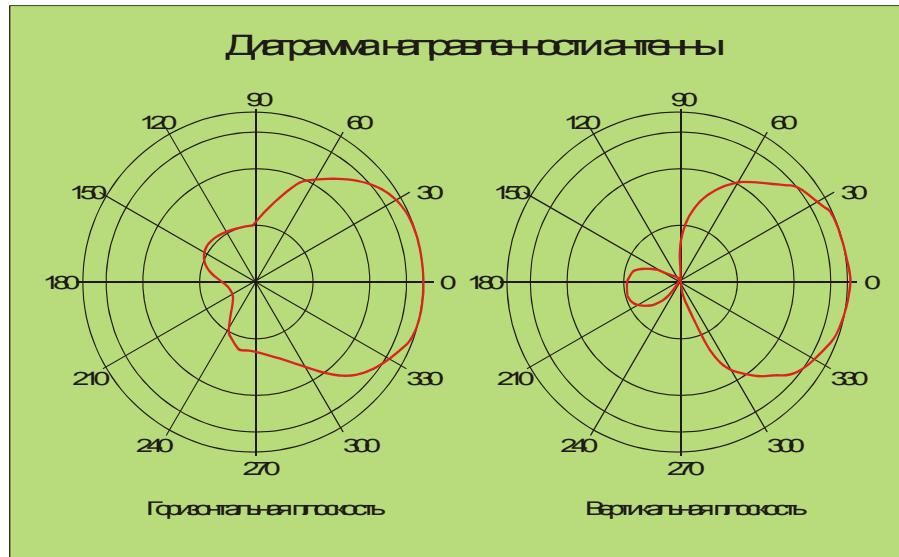

Рисунок 39. Диаграмма направленности антенны
- правильно сориентировать антенны каждого из каналов. Антенны имеют достаточно выраженную диаграмму направленности, то есть при разном взаимном расположении метки и антенн дальность считывания существенно меняется. Максимальная дальность достигается при расположении метки по оси передней плоскости антенны, минимальная – при расположении метки параллельно плоскости антенны или сзади нее (рис. 39);